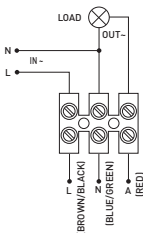

Рис. 5 - Подключение датчика MW-704
2. Подключить к датчику питание и нагрузку в соответствии со схемой подключения (рис. 5).